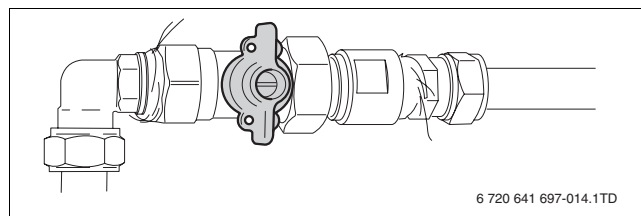

Fig. 2 Robinet de gaz fermé
- ▶ Dans le cas d'une fuite de gaz, fermer le robinet de gaz (→ fig. 2, page 10) et respecter les consignes de sécurité susmentionnées.